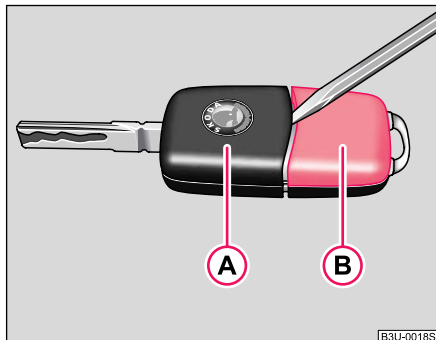

Fig. 19 Desconectar la llave replegable
Cada llave con radiotelemando contiene una pila que se encuentra en la tapa **(B)** de la carcasa de la emisora ⇒ fig. 19. Le recomendamos que lleve a cambiar la pila de la llave a un Servicio Oficial Škoda. No obstante, si desea cambiar usted mismo la pila usada, haga lo siguiente:
- Apalancando con cuidado mediante un destornillado delgado, separar la parte **(A)** ⇒ fig. 19 de la llave de la carcasa de la emisora **(B)**.